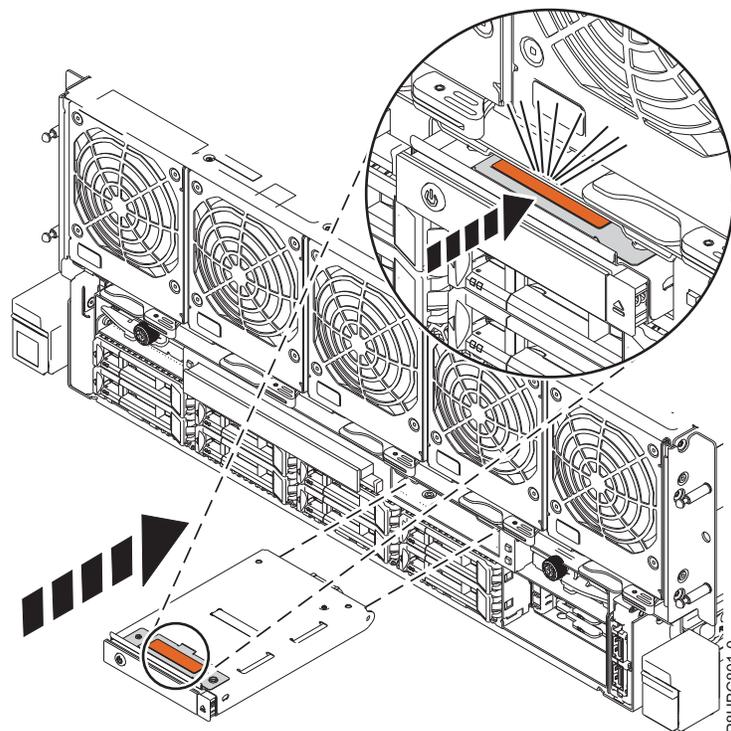

図 22. コントロール・パネルの再取り付け
- b. コントロール・パネルをスロット内にスライドさせて挿入し、赤褐色のタブを押して所定の位置にロックします。図 22を参照してください。